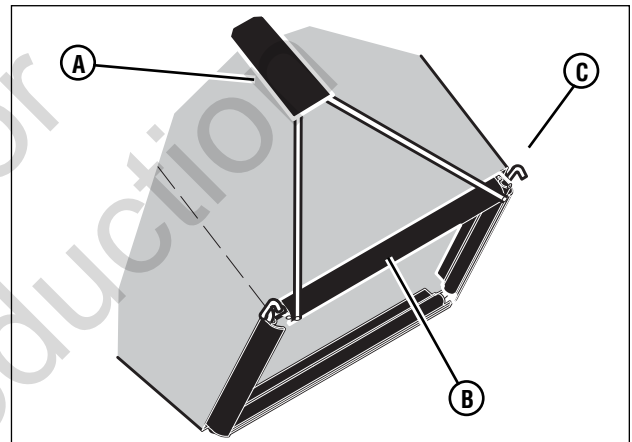

Figura 6: Instalación de los ganchos de la bolsa
2. Verifique que la manija (A, Figura 6) está en el lado exterior de la bolsa de césped.
3. Primero, sujete los ganchos (B, Figura 6) al costado del armazón (C). Luego, sujete los ganchos a la parte superior e inferior del armazón.